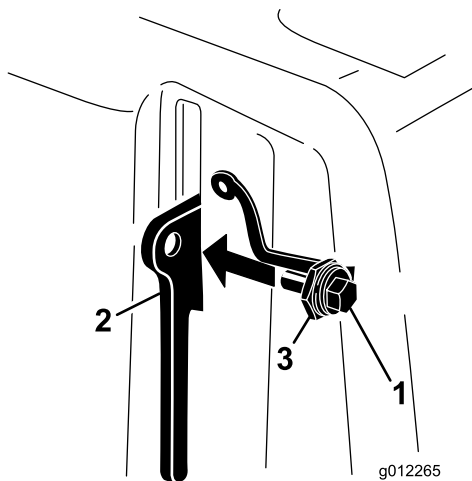

Bild 10
3. Schrauben Sie die Schraube in die Hebelklinke an der Riemenabdeckung (Bild 10).